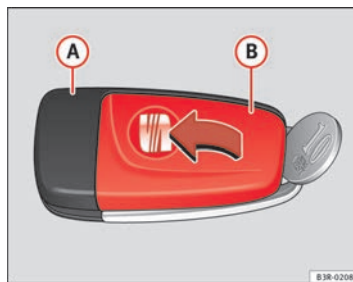

Fig. 69 Llave principal: Abrir la tapa
- Separe **con cuidado**, haciendo palanca con una moneda, la parte de la llave ⇒ fig. 69 **A** y la tapa **B**.